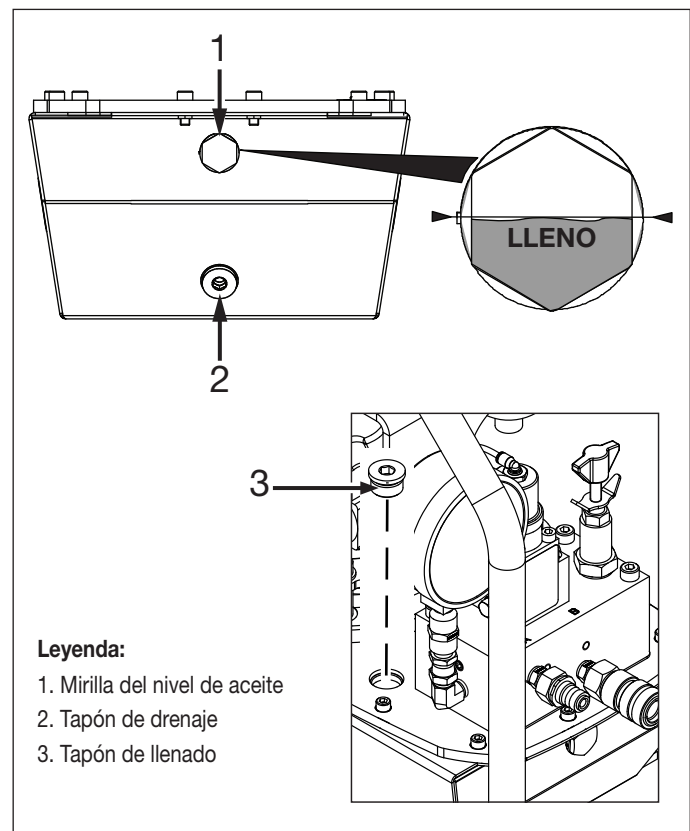

Figura 3: Depósito hidráulico
El depósito hidráulico se ha llenado previamente con aceite en la fábrica. Sin embargo, como medida de precaución debe comprobarse siempre el nivel de aceite antes de poner en marcha la bomba. Consulte la Figura 3 y siga los siguientes pasos:
1. Si la manguera de aire comprimido se conectó previamente a la bomba: Asegúrese de que la alimentación de aire comprimido esté cerrada y que el manómetro de la presión del aire en el filtro/regulador indique cero (0) psi/bar. Asegúrese de que el manómetro de la presión hidráulica también indique cero (0) psi/bar.
2. Con la bomba en una superficie nivelada, compruebe el nivel de aceite en la mirilla situada en la parte delantera del depósito. El depósito está LLENO cuando el nivel de aceite esté en el medio, entre la parte superior e inferior de la mirilla. Consulte la Figura 3.